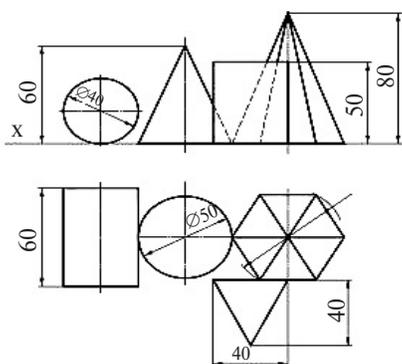

Рис. 25. Вариант 1
4. Для формирования умений: выполнить вид сверху группы геометрических тел на формате А3, согласно варианту, предложенному преподавателем (рис. 25–30).